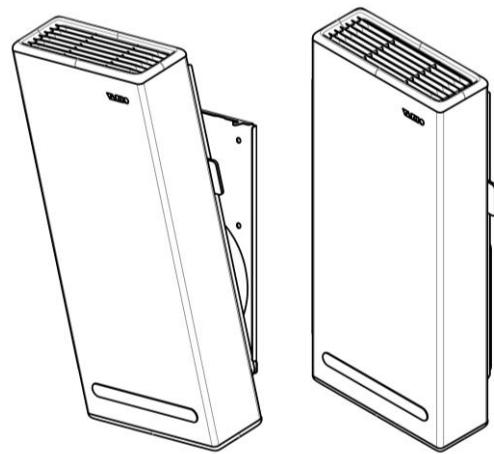

Рис. 19
- Установите глушитель в паз монтажной пластины под углом 30° и прижмите шумоглушитель к стене до срабатывания замка. Убедитесь в надежной фиксации прибора, см. Рис. 19.